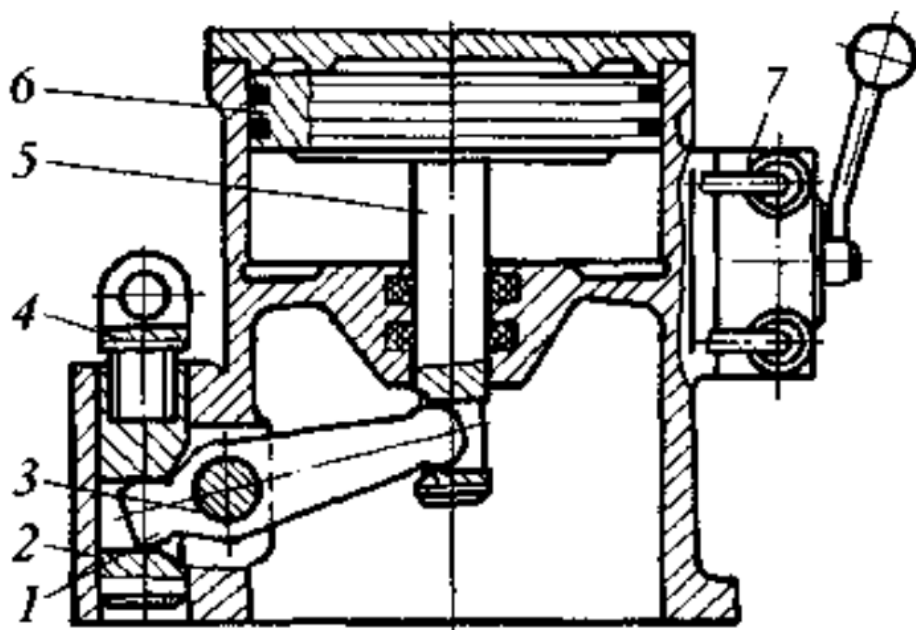

Рис. 16.
10. Опишите назначение и принцип действия приспособления приведенного на рис. 16.